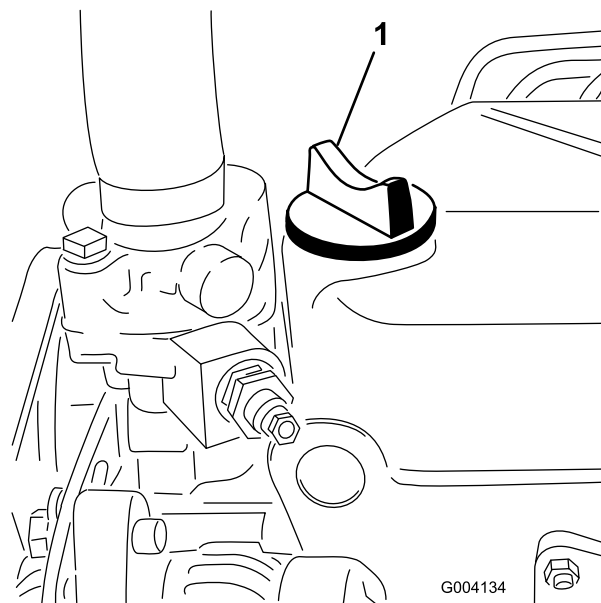

Figure 77
5. Si le niveau n'atteint pas le repère maximum, enlevez le bouchon de remplissage (Figure 77) et faites l'appoint jusqu'à ce que le niveau correct soit atteint.